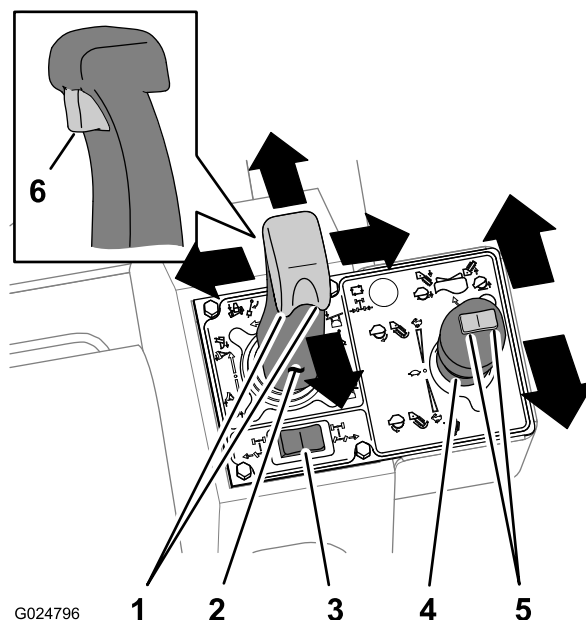

Рисунок 15
- Переместите джойстик вперед, чтобы опустить отвал обратной засыпки или вибрационный плуг, или переместите джойстик назад, чтобы поднять отвал обратной засыпки или вибрационный плуг (Рисунок 15).
- Переместите джойстик влево, чтобы наклонить отвал обратной засыпки влево, или переместите джойстик вправо, чтобы наклонить отвал обратной засыпки вправо (Рисунок 15).
- Переведите клавишный переключатель влево, чтобы повернуть отвал обратной засыпки влево, или переведите клавишный переключатель вправо, чтобы повернуть отвал обратной засыпки вправо (Рисунок 15).
- Переведите клавишный переключатель влево, чтобы направить вибрационный плуг влево, или переведите клавишный переключатель вправо, чтобы направить вибрационный плуг вправо (Рисунок 15).
- Нажмите триггер на джойстике, чтобы включить плавающий режим отвала обратной засыпки вверх и вниз (Рисунок 15).
- Для включения вибрации отвала плуга переместите джойстик назад (Рисунок 15).
- Для увеличения вибрации переместите джойстик еще дальше назад (Рисунок 15).
- Верните джойстик в положение «Нейтральное», чтобы снизить и остановить вибрацию (Рисунок 15).
- Переместите джойстик вперед, чтобы включить движение цепи траншеекопателя в прямом направлении (Рисунок 15).
- Для увеличения скорости движения цепи переместите джойстик еще дальше вперед (Рисунок 15).
- Переместите джойстик в положение «Нейтральное», чтобы остановить цепь траншеекопателя (Рисунок 15).
- Для опускания стрелы навесного орудия нажмите на переключатель влево (Рисунок 15).
- Для подъема стрелы навесного орудия нажмите на переключатель вправо (Рисунок 15).